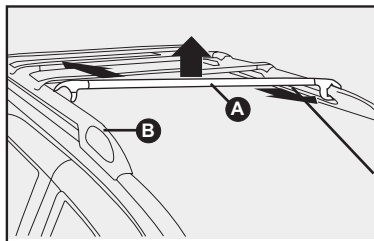

fig. 122
2) Posicione las barras transversales **A-fig. 122** en las barras longitudinales instaladas en el techo del vehículo, encajando las extremidades de las abrazaderas y haciendo coincidir la numeración estampada en los alojamientos de las barras longitudinales **B-fig. 122** (ejemplo: la barra transversal número 1 debe ser instalada en los alojamiento número 1).